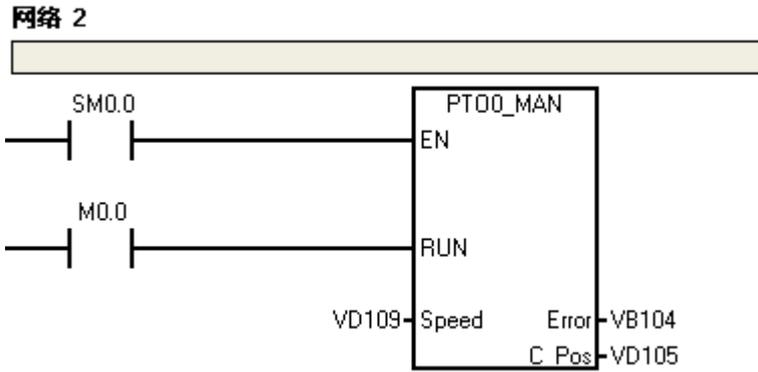

图 4-14
(3) 插入PTO0\_MAN（手动模式）子程序，使用该程序使轴按不同的速度运行或以点动方式运行。EN接通时PTO0\_MAN程序有效，RUN接通时轴按照Speed设置的速度和Dir设置的方向运行，RUN断开轴减速停止。驱动器的运行方向由Q0.2的状态决定。程序调用如图4-14所示。